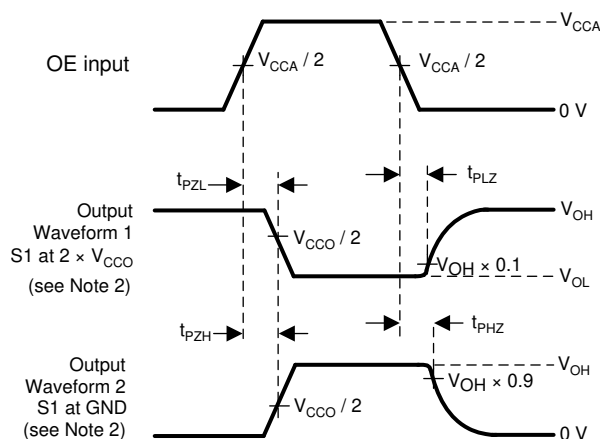

图 7-6. 启用和禁用时间
2. 图 7-6 中的波形 1 针对内部输出 (output with internal)，这样输出为高电平，除非 OE 为高电平 (请见图 7-3)。图 7-6 中的波形 2 针对条件输出 (output with conditions)，这样输出为低电平，除非 OE 为高电平。